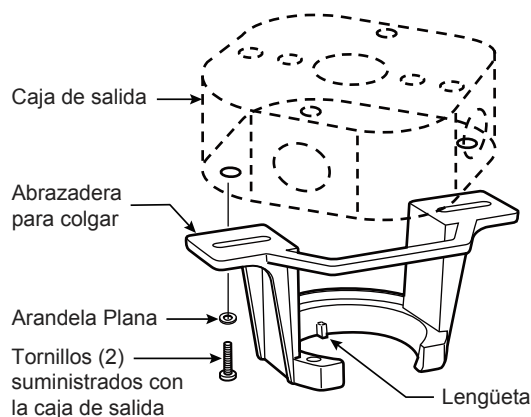

Figura 3
3. Afloje los dos tornillos de fijación del soporte del barral de soporte para techo a través de la varilla. Introduzca los cables de color negro, blanco y azul a través de la varilla. (Figura 3)
1. Fije bien la abrazadera para colgar a la caja de salida (no se incluye) con los tornillos y las arandelas provistas con la caja de salida. (Figura 3)